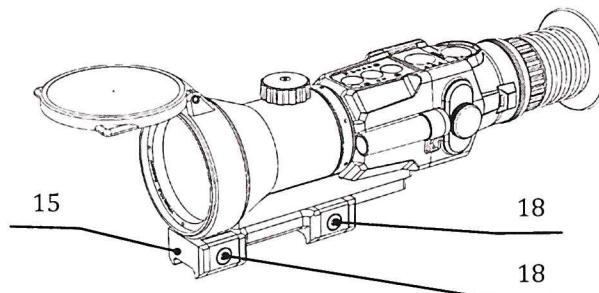

Рисунок 31 – Изделие с планкой «Picatinny»
На изделии уже установлена планка крепления (15) стандарта «Picatinny» (см. рис. 31).
2) Затяните винты (18) (см. рис. 31), ключом универсальным (входит в комплект поставки) и плавно увеличивайте усилие затяжки,